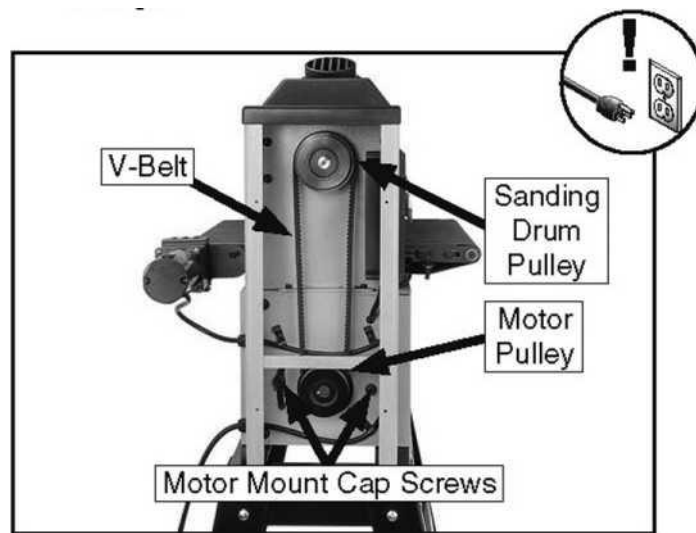

Рисунок 36. Система ременной передачи.
3. Ослабьте винты крышки крепления двигателя, показанные на Рисунок 36.